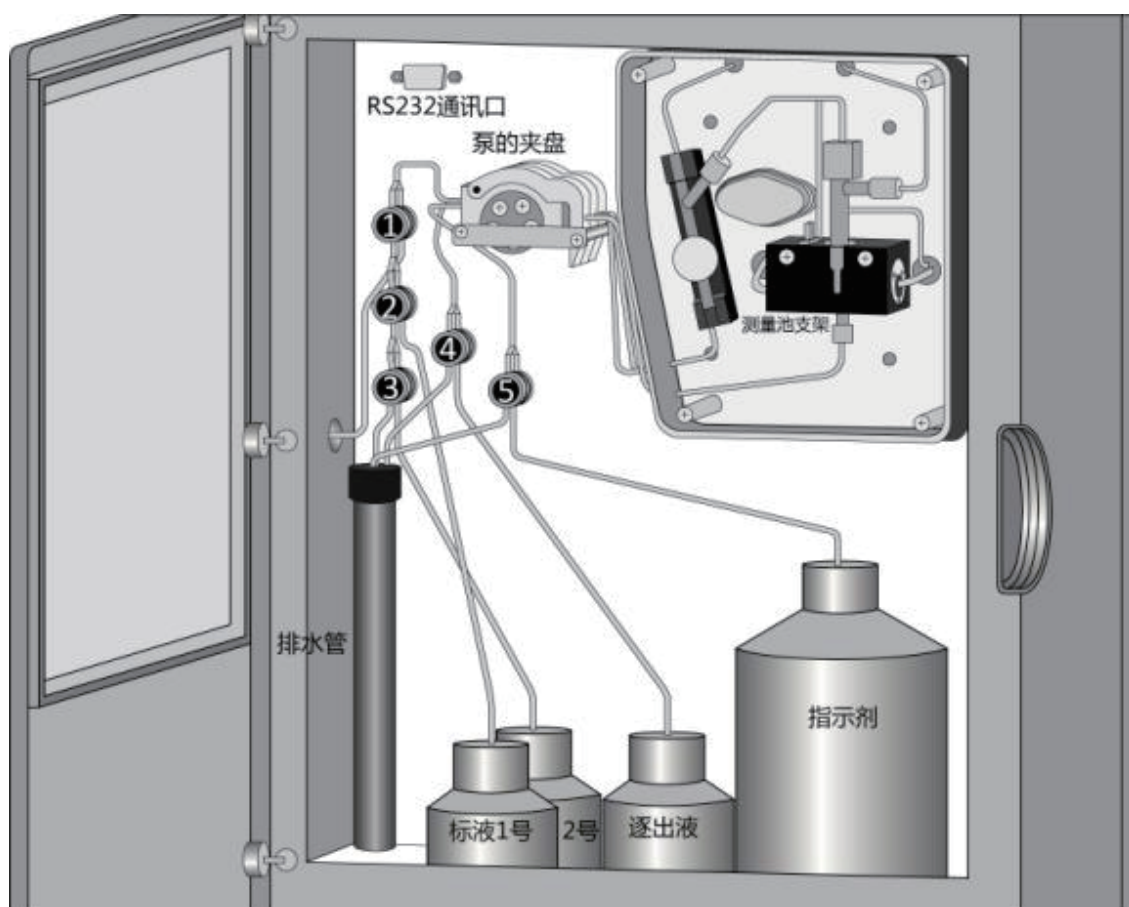
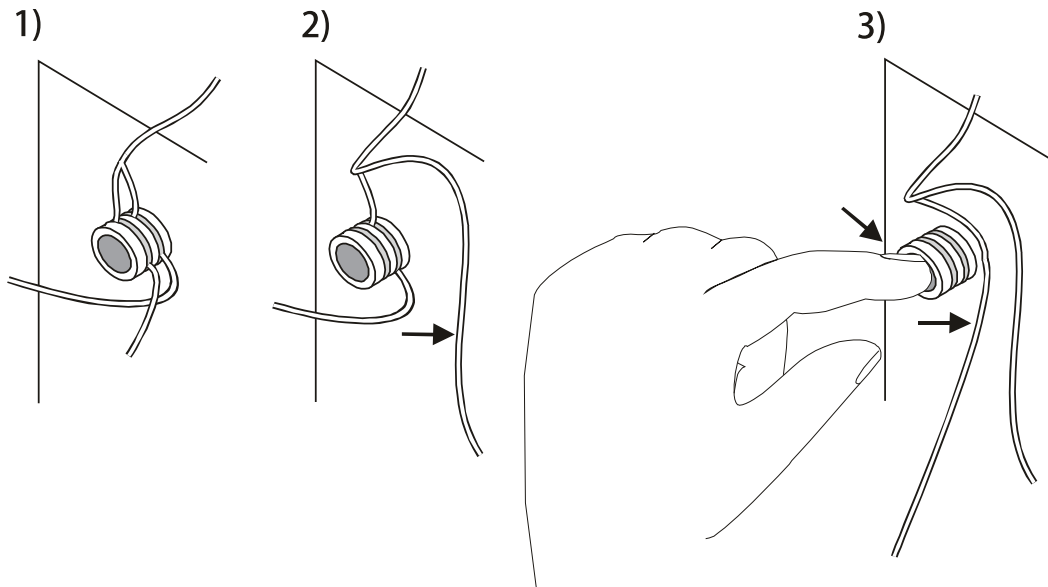

图 6 安装试剂瓶
图 7 把管线安装在捏阀上
4. 将管线插入每个捏阀中（如图 6 和图 7 所示）。
6. 将进样管（经过卡子进入分析仪）连到分析仪上（如图 7 所示）。
5. 将对应的分析仪的管线插入盖子上中。图 6画出了0—30mg/L量程的接管方案, 2号阀门的管子插入5mg/L标液, 3号阀门的管子插入25mg/L标液。其余三个量程的标准液接入2号阀门的管子。